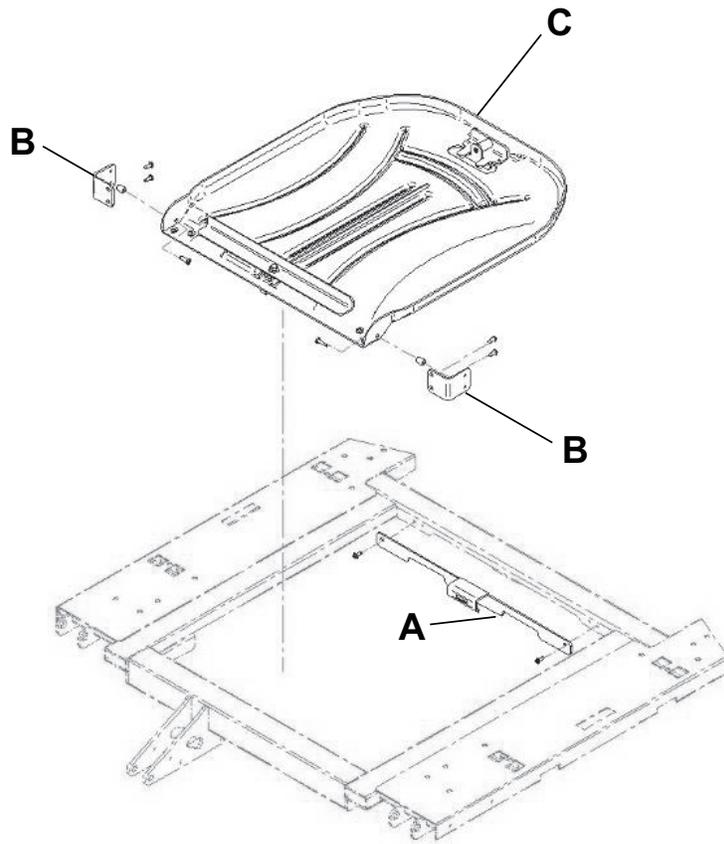

Figure 129 – Porte-cassette radio
3. Mettre l'interrupteur des batteries sur la position ARRÊT (O).
5. À l'aide d'un tournevis cruciforme n° 2, installer deux vis pour fixer le raccord (A) sur la partie supérieure du châssis du relève-buste (Figure 129).
6. À l'aide d'un tournevis cruciforme n° 2, installer quatre vis pour fixer les deux supports à pivot du porte-cassette (B) sur la partie inférieure du relève-buste.
7. À l'aide d'un tournevis cruciforme n° 2, installer deux vis et deux pièces d'espacement pour fixer le porte-cassette radio (C) sur les supports à pivot du porte-cassette (B).